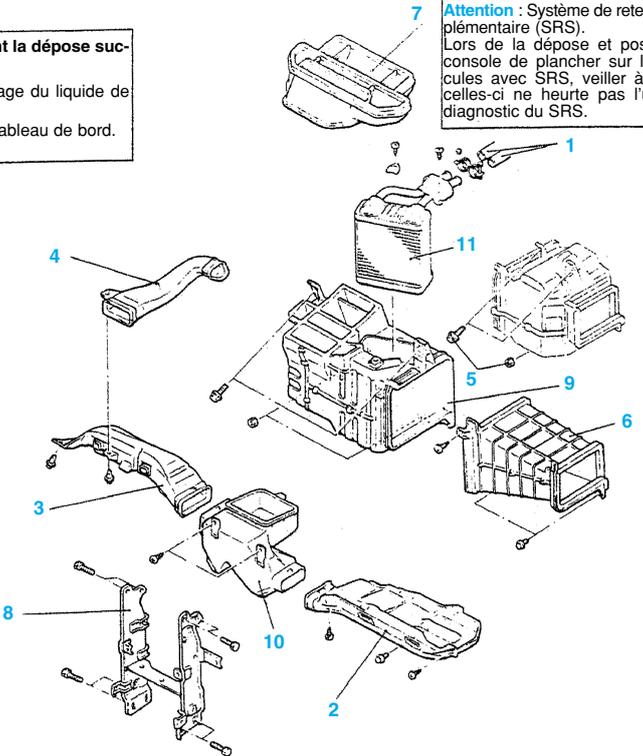

fig. Car. 24
- Suivre l'ordre chronologique. (fig. Car. 24)